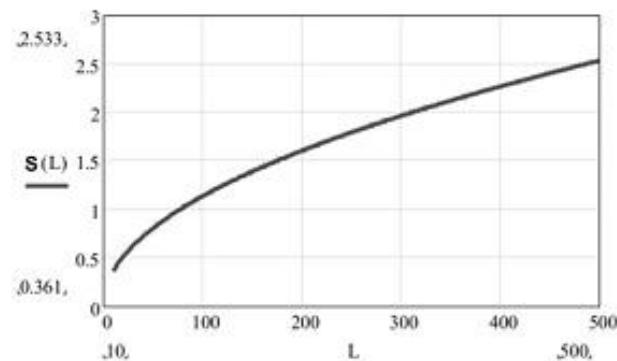

Рис. 4.2
4.1.3 Максимальная ширина « $2S$ » ЧЗ на открытом участке зависит от расстояния между БПРД и БПРМ, определяется как $2 \times S(L)$ по ориентировочному графику (см. рис. 4.2) при L равном расстоянию между БПРД и БПРМ. Ширина ЧЗ на конкретном отрезке определяется по тому же графику, но при L равном удвоенному расстоянию до ближайшего блока. На графике обозначено: L – расстояние между БПРД и БПРМ.
4.1.4 При выборе высоты установки необходимо учесть, что при приближении к БПРД (БПРМ) вдоль оси, ЧЗ «сужается» как показано на рис. 4.2.